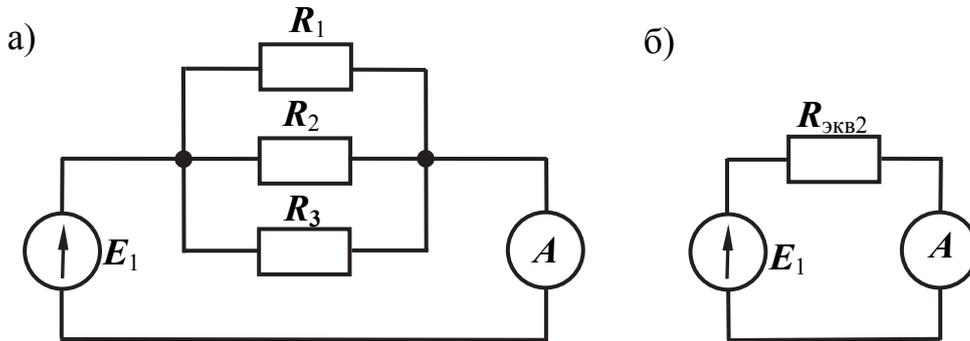

Рис. 9.3
4. Собрать электрическую цепь (рис. 9.3, а), используя те же сопротивления, что и в п. 1.
6. Вычислить эквивалентное сопротивление  $R_{\text{экв2}}$  и с помощью омметра выставить это значение на переменном резисторе. Собрать цепь (рис. 9.3, б) и измерить ток в этой цепи. Убедиться в том, что его значение совпадает с током, измеренным в п.5.